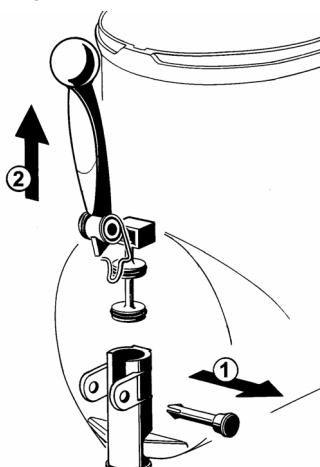

Bild 12
Stiften und des Ausgabehebels.(Bild 12).
- 3 Den Hahn auf dem Behälter wieder zusammensetzen. Dabei die zur Demontage durchgeföhrten Schritte in umgekehrter Reihenfolge ausführen (Bild 12).